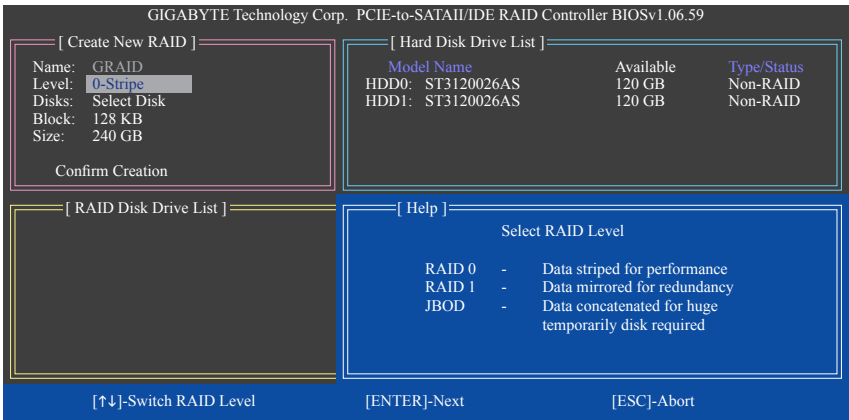

图5
请在“Create New RAID”区依序设定制作磁盘阵列所需的信息。(图5)
2. 选择要制作的磁盘阵列模式(Level): 以<↑>或<↓>键选择欲制作的磁盘阵列模式，选项有 RAID 0 (Stripe)、RAID 1 (Mirror)及JBOD (图5)。完成后按<Enter>键移至下一步骤。